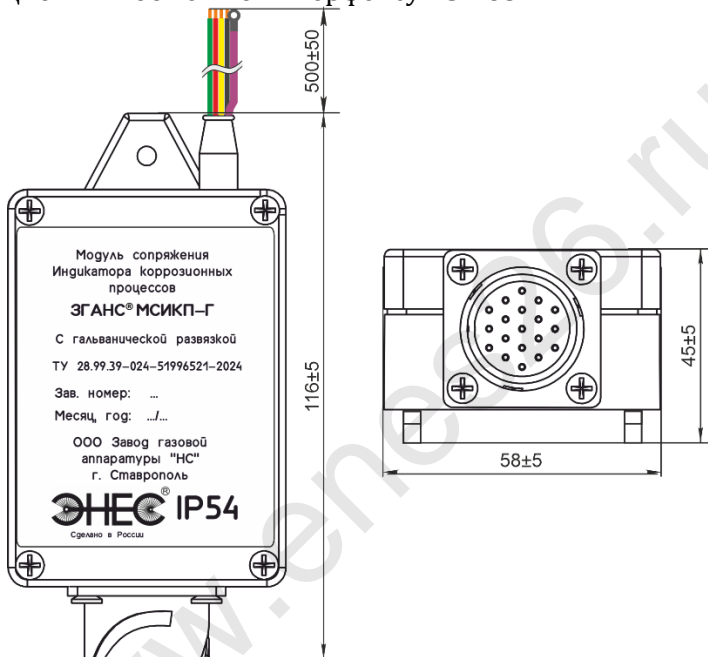

Рисунок 1
4.1 МСИКП выполнен в виде единого блока (рис. 1).